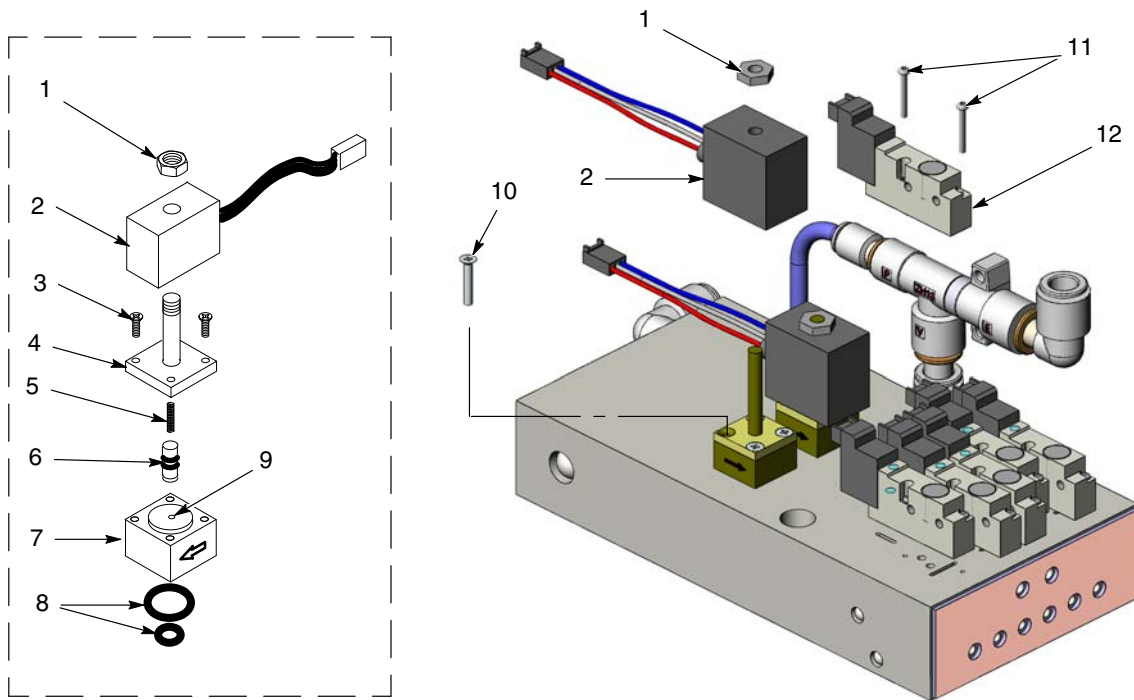

Figura 28 Riparazione del collettore
1. Vedi figura 28. Rimuovere il dado (1) e la bobina (2) dalla valvola di controllo flusso.
2. Rimuovere le due viti lunghe (10) per togliere la valvola di controllo flusso dal collettore.
Vedi figura 28. Rimuovere la valvola rimuovendo il dado (1), la bobina (2) e le viti lunghe (10).
Vedi figura 28. Per rimuovere le elettrovalvole rimuovere le due viti (11) nel corpo della valvola e sollevare l'elettrovalvola (12) fuori dal collettore.